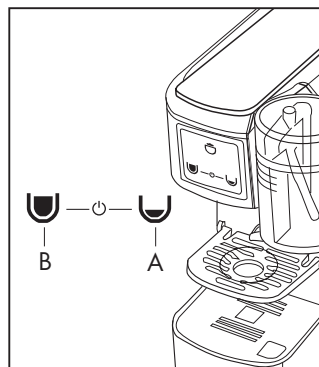

Abb. 4
- Das Gerät durch Drücken eines der Symbole (A) und (B) einschalten oder gleichzeitig die beiden Symbole (A) und (B) drücken. **(Abb.4)**
- Die Tasten an der Steuertafel (2) beginnen zu blinken. Sobald sie fest leuchten ist das Gerät betriebsbereit **(Abb. 4)**
- Stellen Sie sicher, dass keine Kapsel eingesetzt wurde und dass der Behälter (8) mit Wasser gefüllt ist; Schalten Sie das Gerät durch Drücken eines der Symbole (A-B) ein oder drücken Sie gleichzeitig die beiden Symbole (A-B) **(Abb. 4)**
- Schließen Sie die Halterung der kleinen Tasse (9) und stellen Sie eine große leere Tasse unter die Ausgabeöffnung (4). Wenn die Tasten der Steuertafel (2) fest leuchten, ist das Gerät betriebsbereit. Drücken Sie eine der beiden Tasten (A) oder (B); dadurch erfolgt die Wasserabgabe. Wenn die gewünschte Wassermenge abgegeben worden ist, drücken Sie dieselbe Taste nochmals.